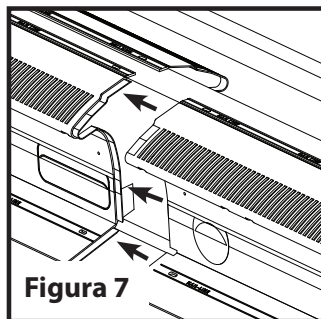
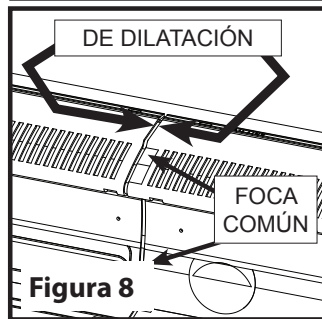

Figura 7
Figura 8
- La salida de ventilación TRV-4 tiene pestañas de alineación en cada extremo (hembra y macho). (véase la Figura 7) Dejar una separación de 1/8" entre salidas de ventilación para dar lugar a la dilatación en días muy calurosos. (véase la Figura 8) Aplicar sellante a cada unión a tope. Para facilitar la instalación y la alineación, es recomendable comenzar y terminar un lado de la cumbrera y luego comenzar desde el otro lado en sentido contrario. Esto facilitará la alineación de las salidas de ventilación TRV-4 y evitará las fugas.